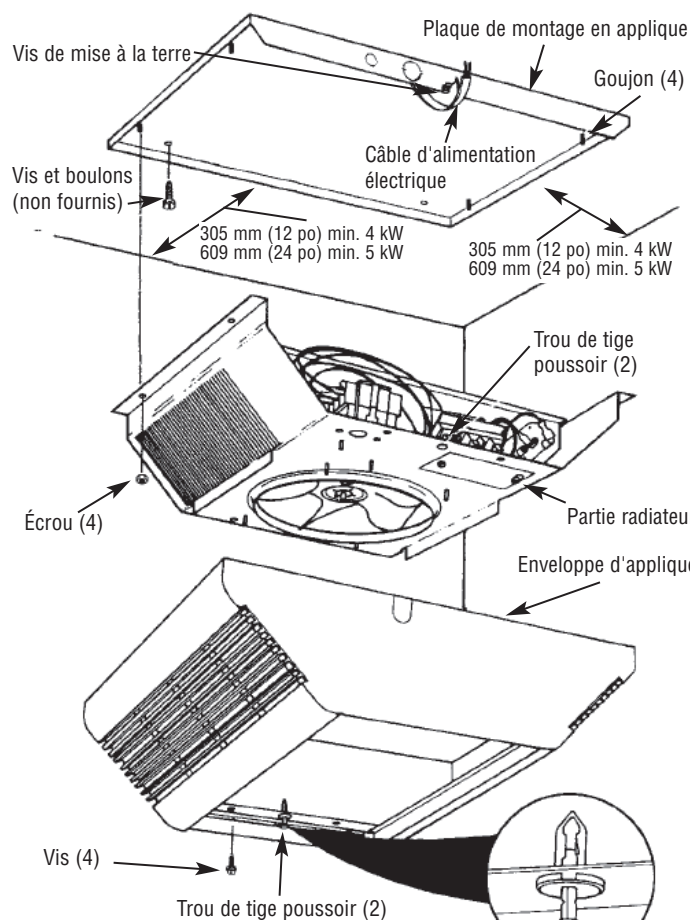

Figure 2
NÉGLIGER D'INSTALLER LES QUATRE ÉCROUS DE MONTAGE POUR FIXER SOLIDEMENT LE CADRE DE MONTAGE POURRAIT ENTRAÎNER LA CHUTE DU RADIATEUR (VOIR LA FIGURE 2).
NÉGLIGER D'INSTALLER LES QUATRE VIS POURRAIT ENTRAÎNER LA CHUTE DE L'ENVELOPPE D'APPLIQUE (VOIR LA FIGURE 2).
7. Placer la plaque d'applique contre le plafond et la fixer solidement avec des boulons ou des vis (Figure 2). Voir l'avertissement no 9, à la page 21. Connecter le fil de terre à la vis de terre verte sur la plaque d'applique.
10. Placer la partie radiateur par-dessus les goujons sur la plaque d'applique (Figure 2).
11. Pousser la section radiateur sur les montants et fixer solidement les quatre (4) écrous (enlevés à l'étape 3) sur les montants afin de fixer solidement la section radiateur sur la plaque de montage en saillie (Figure 2).
NÉGLIGER D'INSTALLER LES QUATRE ÉCROUS DE MONTAGE POURRAIT ENTRAÎNER LA CHUTE DU RADIATEUR (VOIR LA FIGURE 2).
REMARQUE : S'assurer que la « tige poussoir » à chaque extrémité de l'ouverture de la grille d'évacuation est tirée vers l'extérieur pour laisser le corps des tiges poussoir s'ajuster dans les trous de la partie radiateur (Figure 2).
14. Installer et serrer fermement les quatre vis (fournies) pour fixer solidement l'enveloppe d'applique à la partie radiateur (Figure 2).